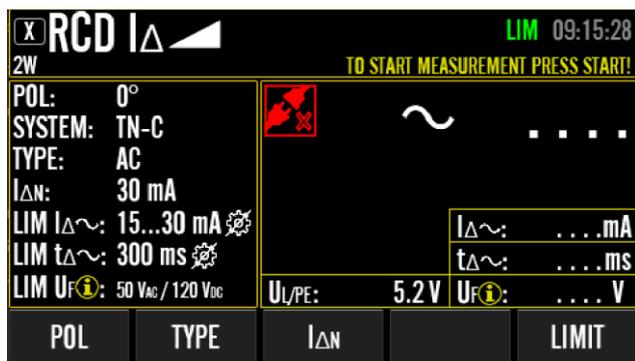

Figura 46: schermata inattiva nell'RCD IΔ
- 5) Premere il tasto menu "MODIFICA" per accedere alla schermata inattiva con i tasti del menu esteso, vedere la figura 46 sopra.
- 6) Selezionare/regolare tutti i parametri del test in base ai tasti di menu disponibili mostrati nella figura 46 sopra.